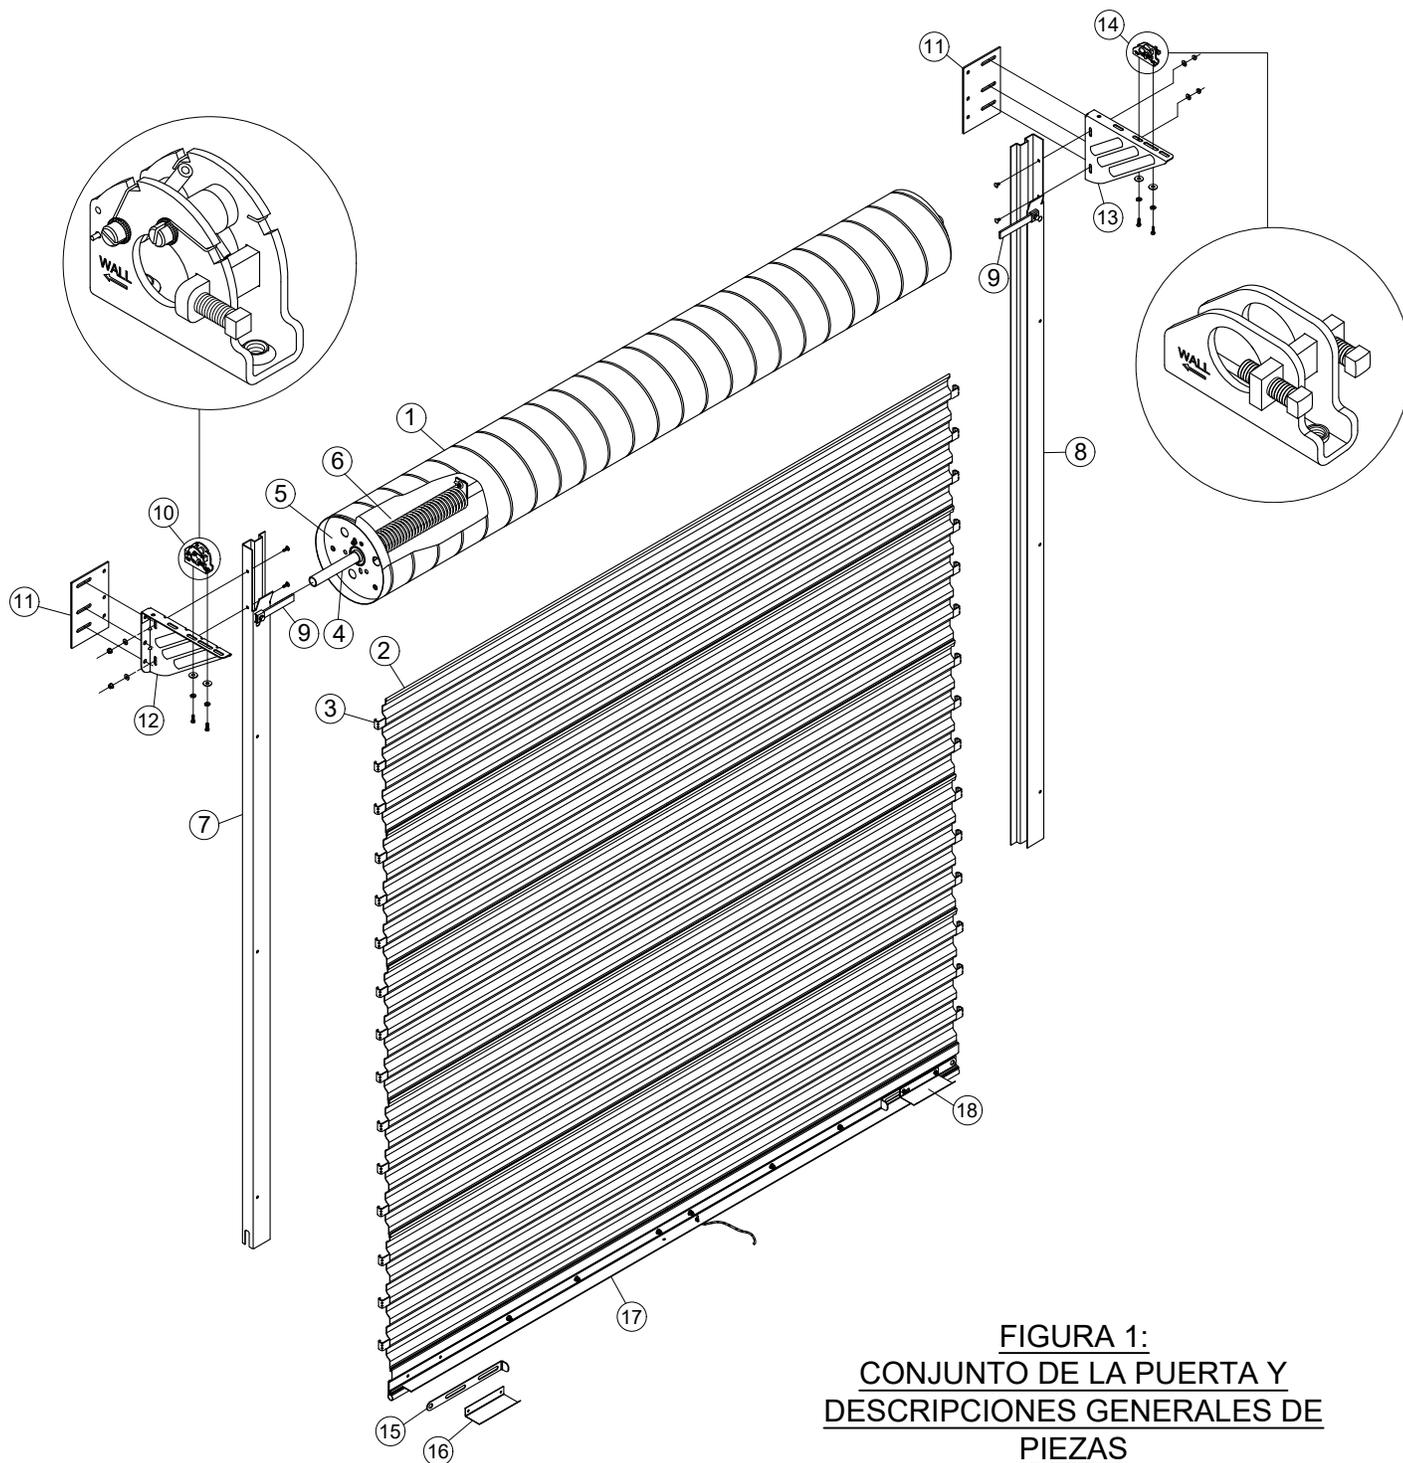

FIGURA 1:
- ▲ REVISE EL CONJUNTO DE LA PUERTA Y LAS DESCRIPCIONES GENERALES DE LAS PIEZAS DE LA LISTA DE MATERIALES EN LA PÁGINA 2, FIGURA 1, PARA FAMILIARIZARSE CON LAS PIEZAS COMUNES DEL CONJUNTO DE PUERTA DE LÁMINA ENROLLABLE.
- ☞ Compruebe que todas las piezas requeridas para la instalación estén con la puerta. Consulte la página 2, figura 1, para ver la lista general de materiales.